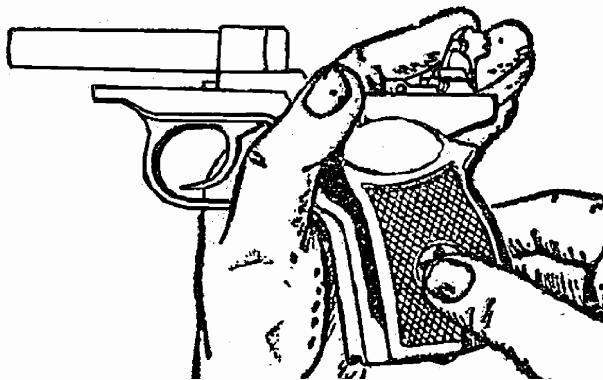

Рис. 8. Отделение рукоятки от основания рукоятки.
1. Отделить рукоятку от основания рукоятки и боевую пружину от рамки. Лезвием протирки вывинтить винт и, сдвигая рукоятку назад, отделить ее от основания рукоятки (рис. 8).